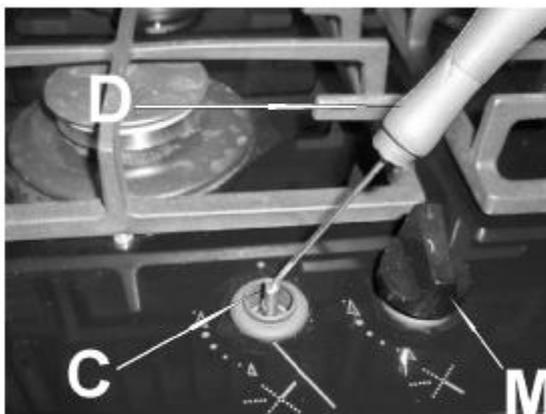

РИС.12
- Снимите ручку "М" (рис.12) с вентиля, которая просто насажена на стержень.
- Введите небольшую отвертку "D" в отверстие "С" (рис.12) и поворачивайте ручку регулировки вправо или влево, пока не добьетесь нужного уровня пламени «Минимум».